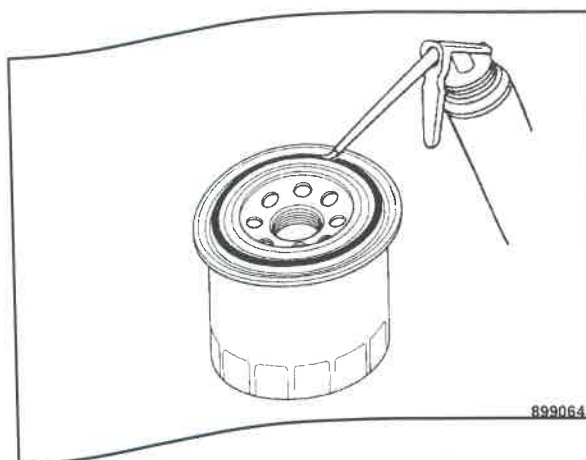

Fig. 104
- Oliare leggermente la guarnizione di gomma della nuova cartuccia del filtro (Fig. 104).